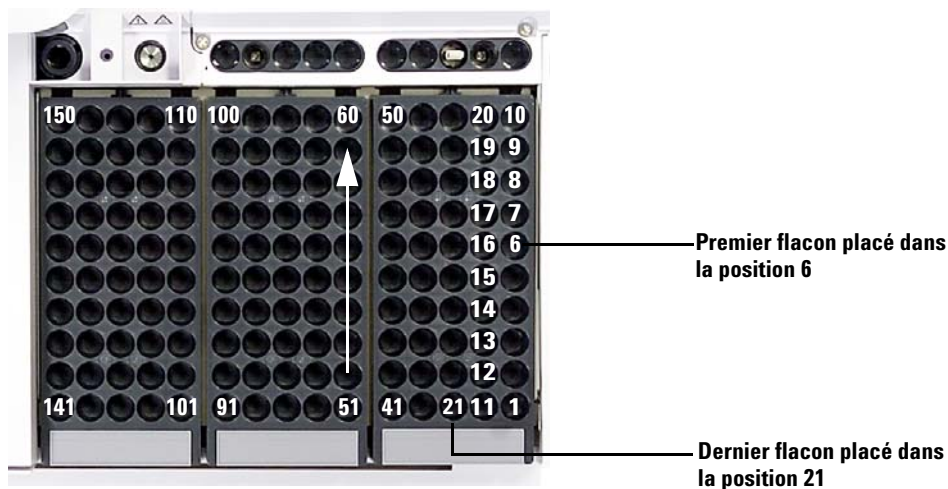

Figure 54 Chargement des positions dans le porte-échantillons
*Vous devez utiliser la tourelle de transfert.*Placez 150 échantillons maximum dans les trois racks de flacons conformément à la séquence programmée. La Figure 54 montre le chargement du porte-échantillons dans le cas d'une séquence utilisant les positions 6 à 21 du